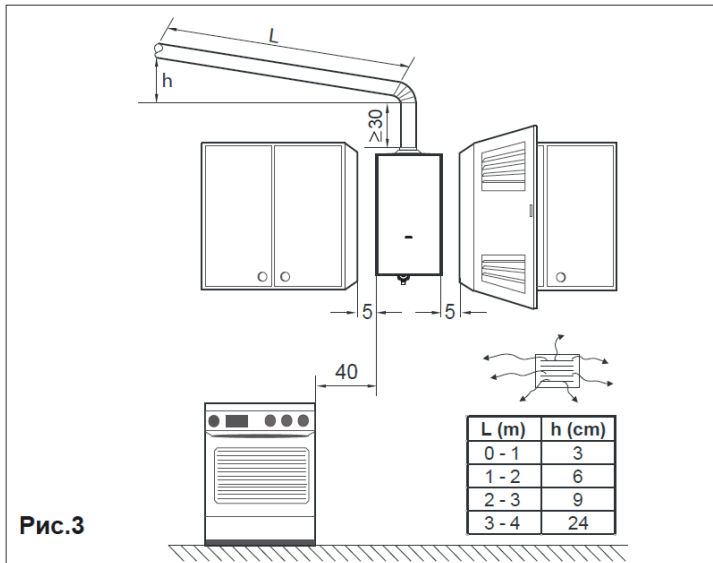

Рис.3
- Для доступа к водонагревателю оставить вокруг него свободное пространство, как показано на рис. 3.
При монтаже дымоотводящего канала на горизонтальных участках необходимо обеспечить уклон вверх на 3 градуса (см. рис.3). Диаметр дымовой трубы должен быть не меньше диаметра газоотводящего патрубка прибора.